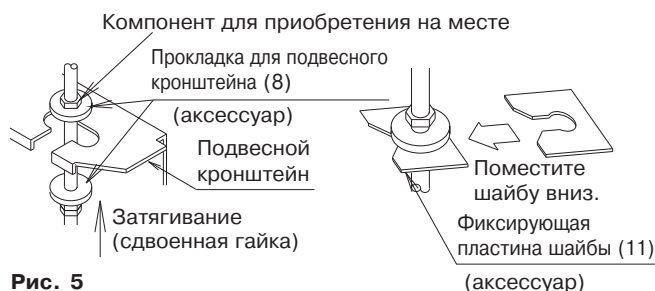

Рис. 5
(1) Временно установите комнатный блок.
- Присоедините рессорный кронштейн к подвесному болту. Для его надежной фиксации воспользуйтесь гайкой и шайбой с верхней/нижней сторон рессорного кронштейна. (См. рис. 5)